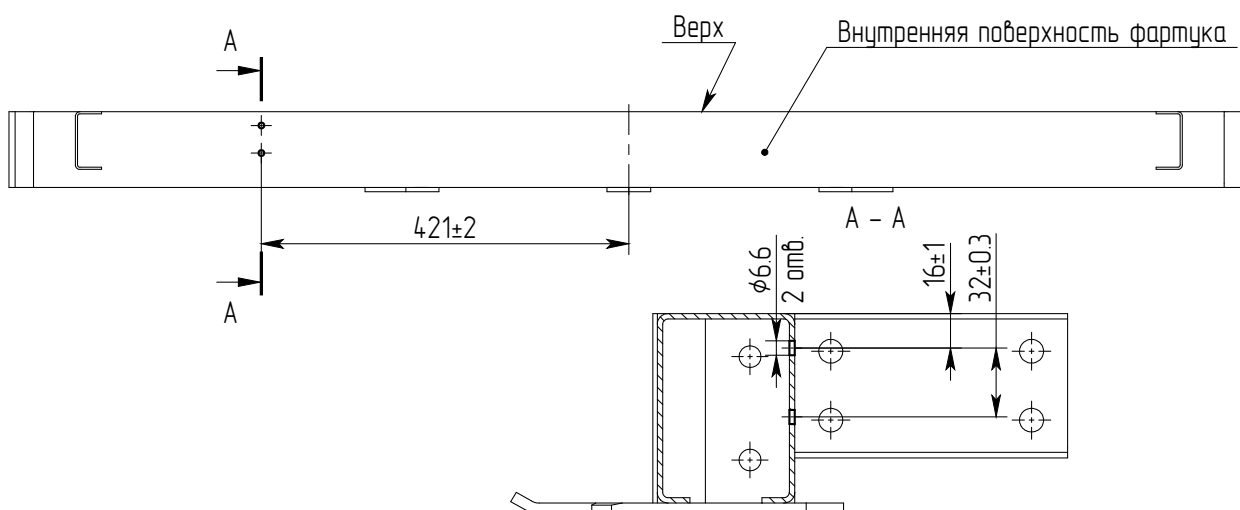

Рис. 1 - Расположение крепежных отверстий на переднем фартуке.
1) При отсутствии на переднем фартуке прицепа отверстий для крепления кронштейна газового упора, необходимо выполнить их самостоятельно согласно схеме (рис.1).